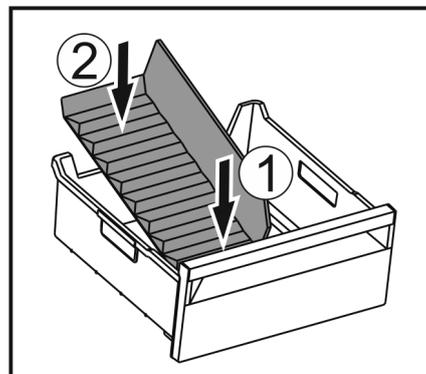

Fig. 127
- ▶ Colocar la parte delantera del separador del compartimento para hielo. Fig. 127 (1)
- ▶ Bajar la parte trasera del separador del compartimento para hielo hasta el fondo del cajón. Fig. 127 (2)